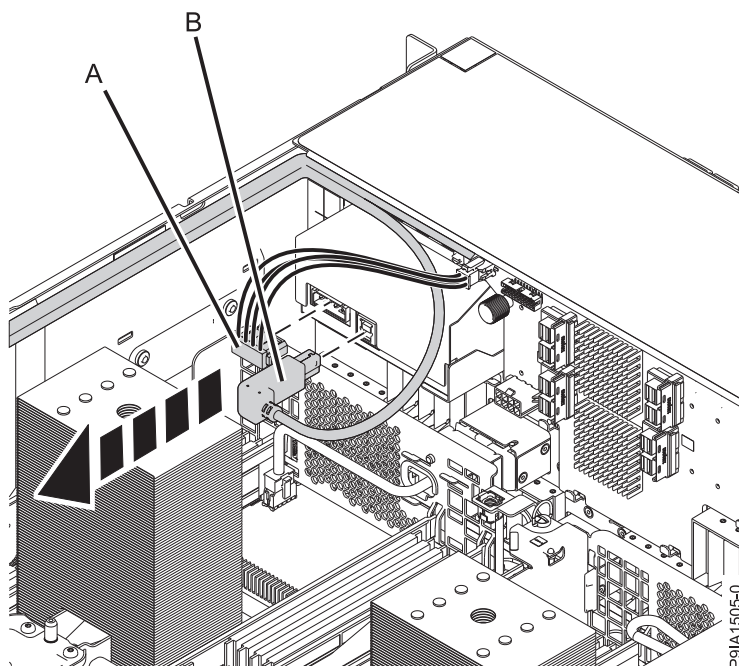

Figura 14. Desconexión de los cables USB y de alimentación de la estación de acoplamiento RDX interna
- a. Desconecte el cable de alimentación de la estación de acoplamiento RDX interna (**A**) de la parte posterior de la estación de acoplamiento, tal como se muestra en la Figura 14 en la página 19.
- b. Desconecte el cable USB de la estación de acoplamiento RDX interna (**B**) de la parte posterior de la estación de acoplamiento, tal como se muestra en la Figura 14 en la página 19.